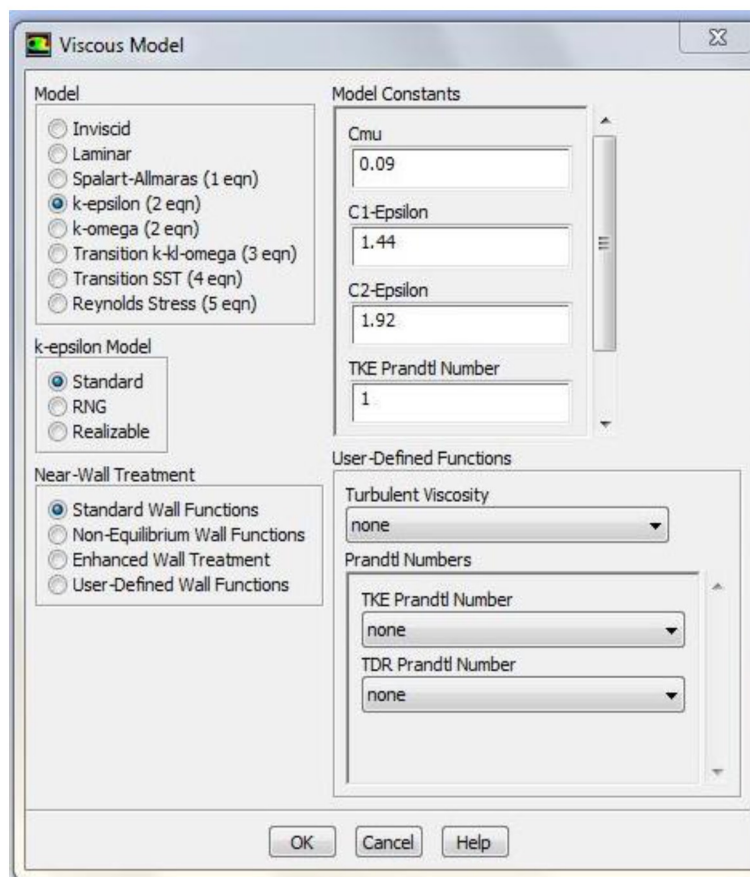

Рисунок 2.6 – Меню выбора модели турбулентности(*Viscous Model*)
2. Для обеспечения высокой точности расчетов необходимо выбрать соответствующую для данной задачи модель турбулентности. Учитывая сложность задачи, рекомендуется использовать k - ε модель турбулентности (рисунок 2.6). Для этого настройка модели турбулентности вызывается следующим образом: